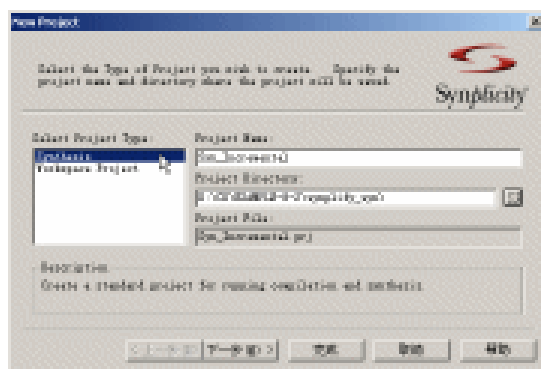

图8-23 在 Synplify Pro 中创建工程
- (1) 单击 **P** 按钮，启动打开工程对话框，单击 **Project Wizard...** 按钮启动工程向导。选择新建工程类型为“Synthesis”，键入工程名和存储路径，如图 8-23 所示。